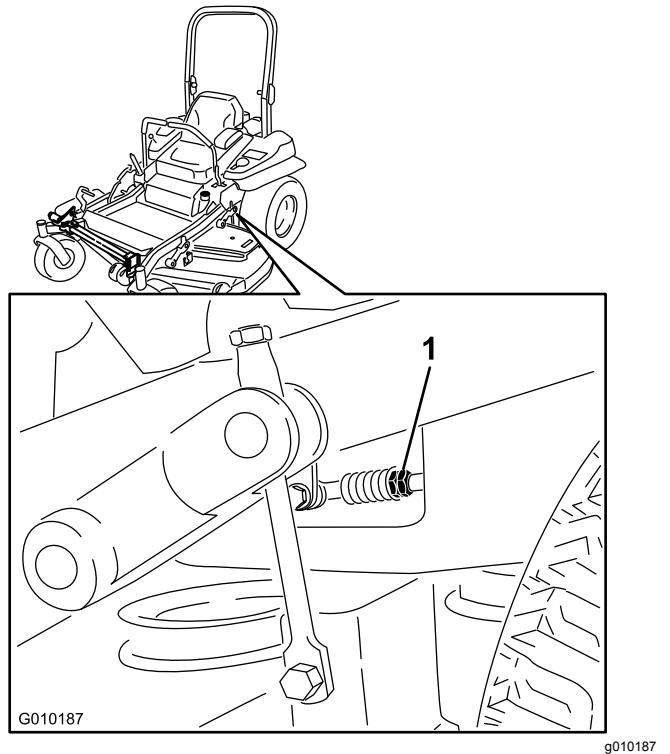

Figura 81
- Ajuste la longitud de las varillas de control de las bombas girando las tuercas dobles de la varilla en el sentido apropiado, hasta que las ruedas se muevan ligeramente en marcha atrás (Figura 81).